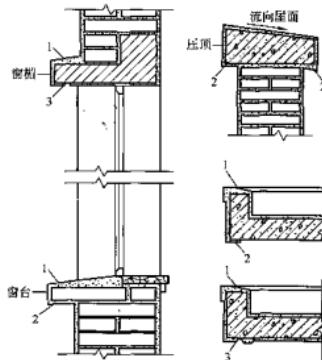

图4-10-2 流水坡度、滴水线(槽)示意图
9. 外墙窗台、窗楣、雨篷、阳台、压顶和突出腰线等,上面应做流水坡度,下面应做滴水线或滴水槽(图4-10-2)。